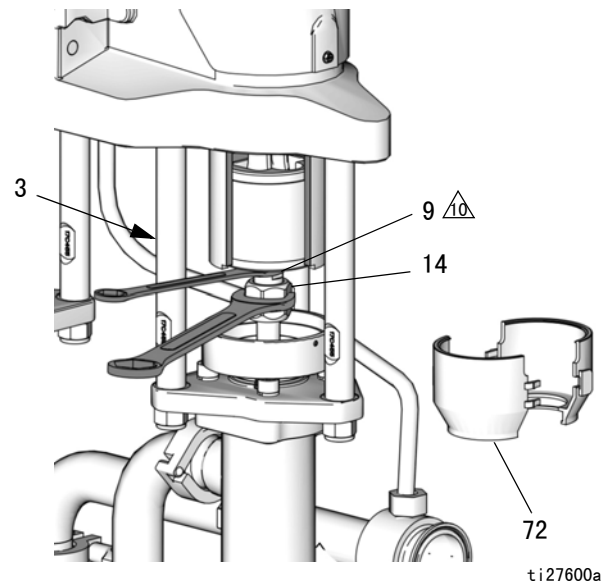

图 5. 卸下联接螺母
4. **带密封下缸体的泵：**将螺丝刀直插入槽并将其作为杆来释放扣环，从而卸下 2 片护板（72，参见图 5）。对所有扣环重复此步骤。**不得使用螺丝刀来撬开护板。**
5. 参见图 5。用一把 3/4 英寸扳手夹住滑动活塞（9）的平面部位（就在联接螺母上方），在松开联接螺母（14）时不让滑动活塞 / 连杆转动。对好扳手，使其抵住连杆（3）之一。对滑动活塞 / 连杆施加过大的力会缩短下缸体销轴承的寿命。